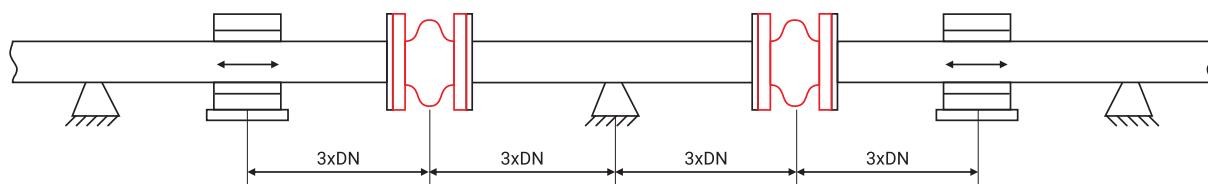

Рис. 1
7. Гибкие вставки следует устанавливать непосредственно за подвижной опорой, после которой обязательно предусмотреть неподвижные опоры (рис.1).